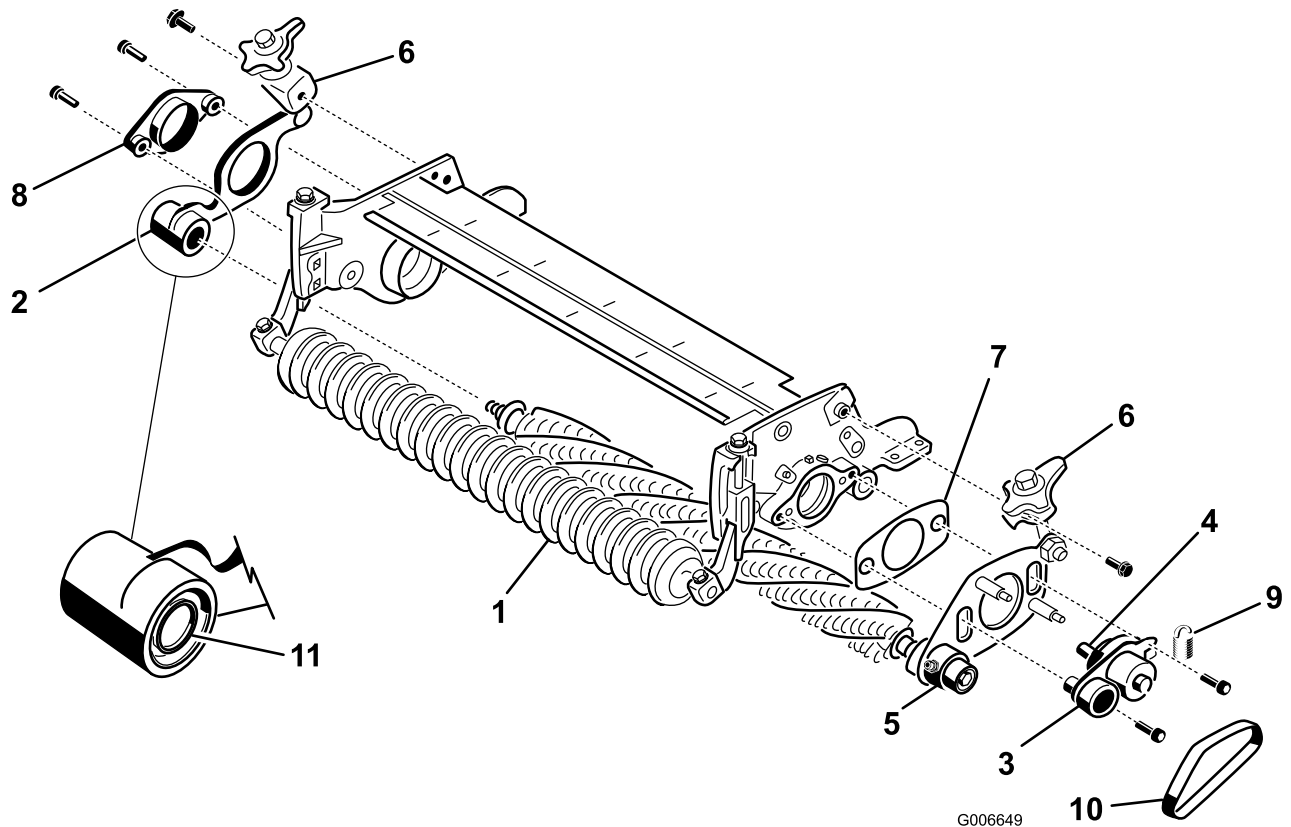

図 24
21. グルーマアセンブリの**非駆動側**に、グルーマプレートを取り付ける グルーマシャフトアセンブリから離して取り付けること 図 24。
23. 3/8 x 1 in ソケットヘッドねじ2本を使って、カッティングユニットの駆動側にピボットハブ、駆動側グルーマプレート、およびシムを取り付ける 図 24。取り付ける前に、ネジ山部分にロックタイト青を塗りつける。
24. グルーマシャフトに非駆動側グルーマプレートを取り付ける 図 24。シールスプリングを落とさないように注意すること。
25. 3/8 x 1 in ねじ2本を使って、非駆動側ピボットハブを、カッティングユニットのサイドプレートに取り付ける 図 24。取り付ける前に、ネジ山部分にロクタイト青を塗りつける。
27. 3/8 x 3/4 in フランジヘッドボルトを使って、クイックアップレバーアセンブリをサイドプレートに取り付ける 図 24。
28. プーリにグルーマベルトを取り付ける図 24。ベルトのリップが、各プーリの溝にきちんとはまるように取り付けること。